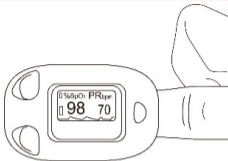

Figura 5 Coloque o dedo na posição
1. O dedo deve ser corretamente colocado (ver a ilustração anexa a este manual, Figura 5), caso contrário pode obter-se uma medição incorreta.
2. Abra o clipe conforme mostrado na Figura 5.